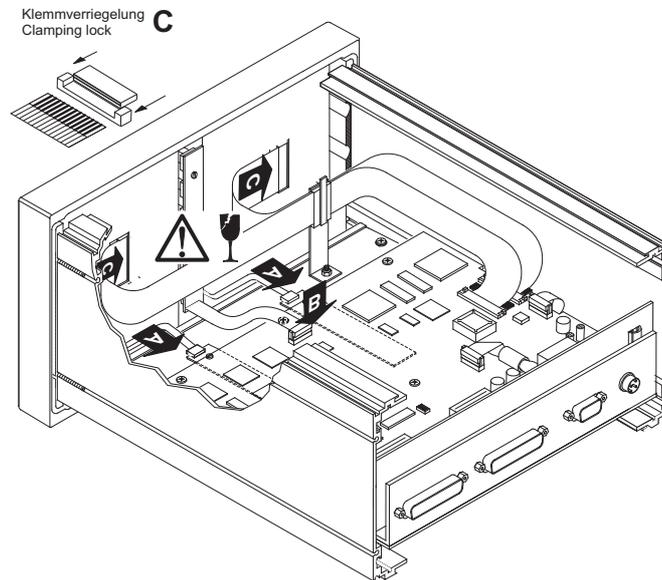

Bild D 8-31: Anschließen der Verbindungs- und Flachbandkabel
9. Verbinden Sie zuerst die Displaykabel mit den Invertern (siehe Bild D 8-31, A). Verbinden Sie dann das Tastenprintkabel mit dem Anschluss auf der Oberseite der Hauptplatine (siehe Bild D 8-31, B). Stecken Sie zuletzt die Flachbandkabel in die Klemmverriegelungen auf jedem Display (siehe Bild D 8-31, C). Achten Sie darauf, die Kabel nicht zu Verkanten oder zu Beschädigen.